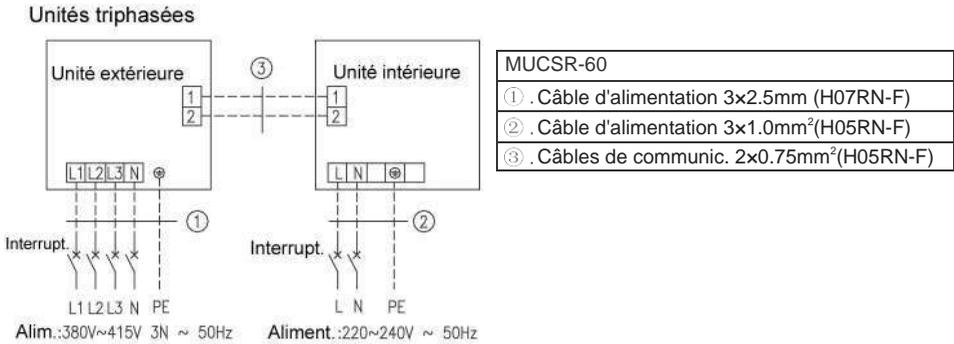

Fig.42
- ⑦ . Connectez le câble de connexion de l'unité intérieure correctement selon les marquages correspondants, comme indiqué sur la Fig.42.
- ⑧ . Mettez l'unité intérieure et l'unité extérieure à la terre en connectant un fil de terre.
- ⑨ . Les unités doivent être mises à la terre conformément aux normes locales et nationales en vigueur.